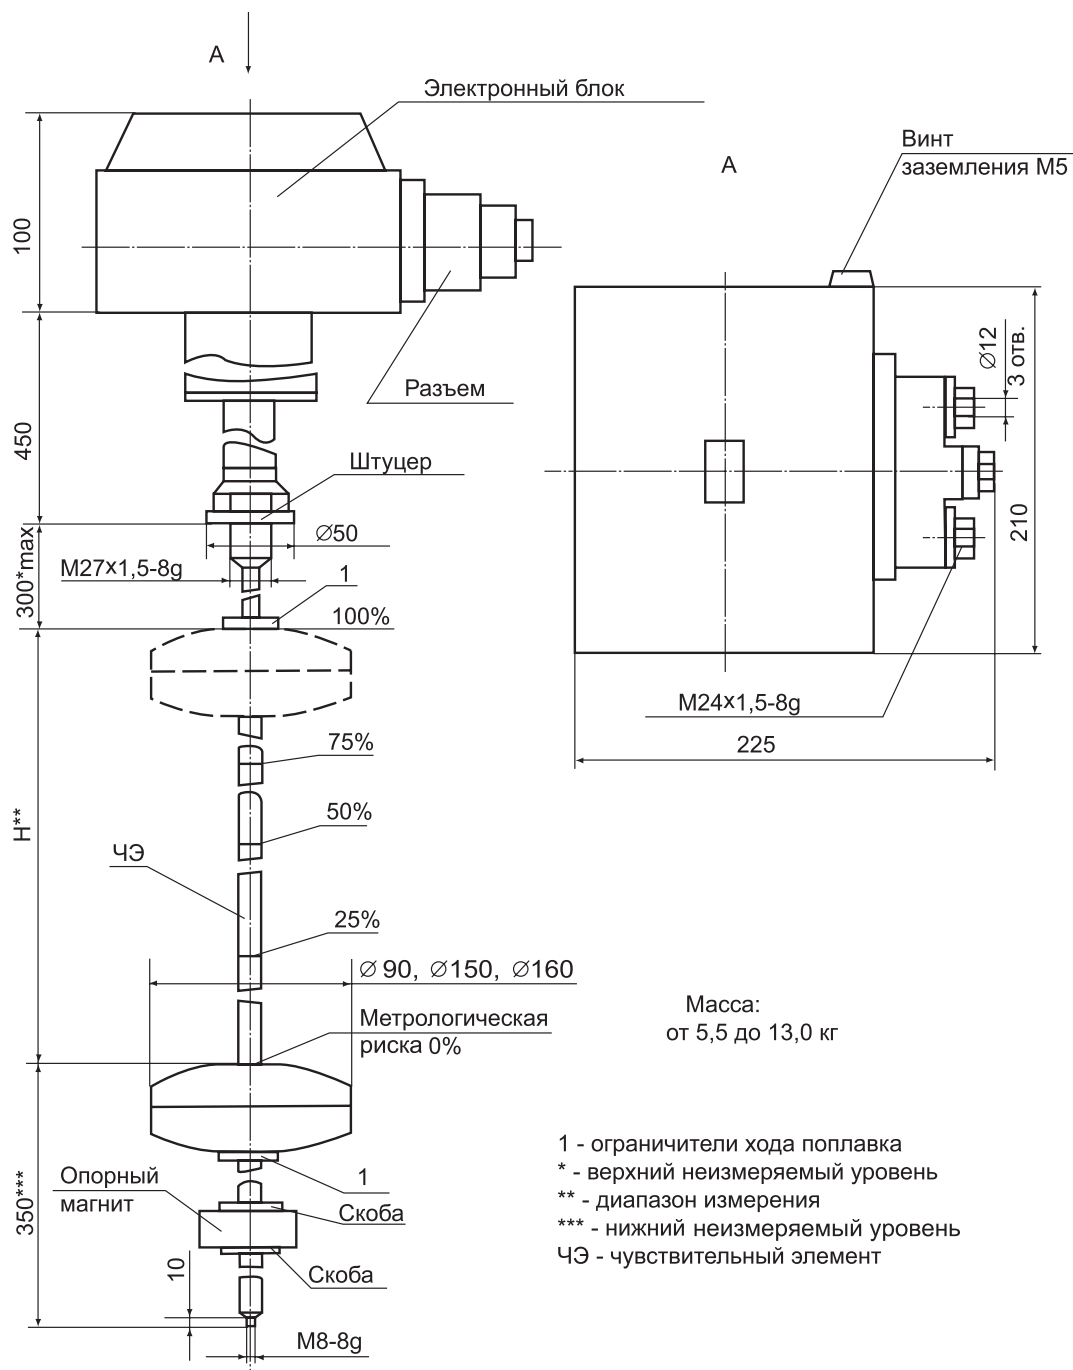

Рисунок 3
- Вторичный преобразователь монтировать на щите в положении, указанном на габаритном чертеже (см. на рисунок 3), при помощи монтажного комплекта, в состоянии поставки на вторичном преобразователе.